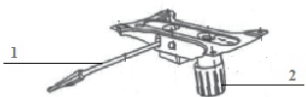

рис.1
В данном кресле используется механизм качания (рис.1), в котором присутствует 3 регулировки: (1) рычаг фиксации качания, регулировка высоты. (2) пружинно-винтовой механизм (регулировка степени качания)